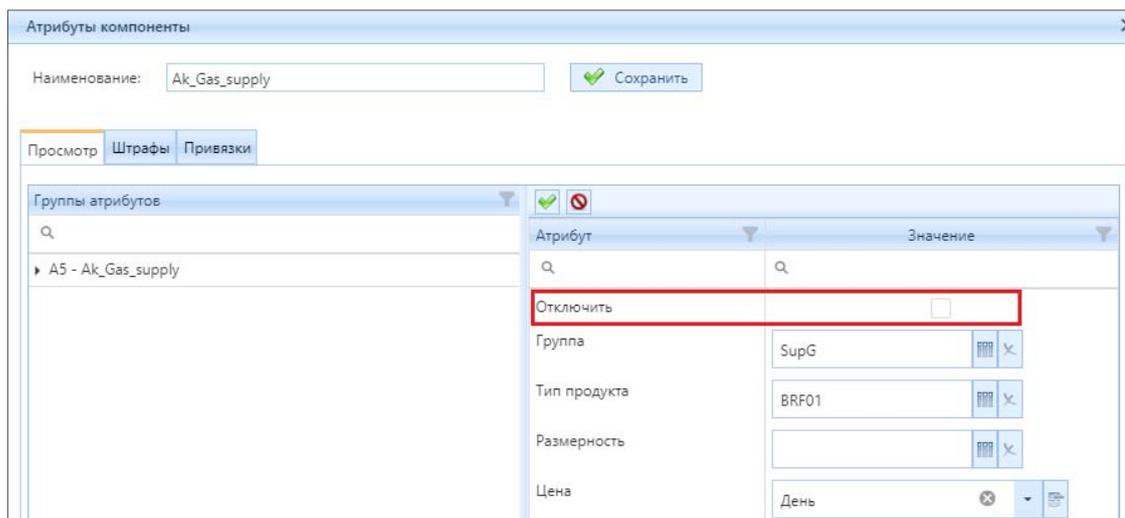

Рисунок 4.3.20 – Расположение кнопки «Отключить» в атрибуте компонента
1. непосредственно в окне «Атрибуты компоненты», нажав кнопку «Отключить» (рис. 4.3.20);